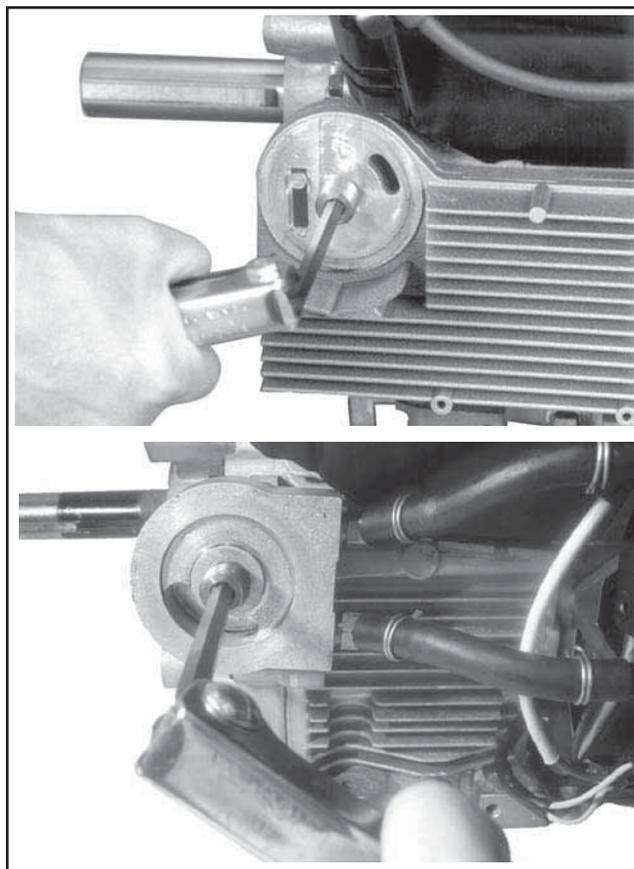

Figure 9-6. Enlèvement du mamelon adaptateur du filtre à huile.
4. Un échangeur de refroidissement d'huile est compris dans certains modèles mais en option dans d'autres. Il peut être un logement en fusion en aluminium, partie de l'adaptateur du filtre à huile, ou bien dans le carter de protection du ventilateur, séparé de l'adaptateur du filtre à huile. Dans ce cas-là, retirer l'adaptateur et l'échangeur de refroidissement. Voir les Figures 9-6 et 9-7.